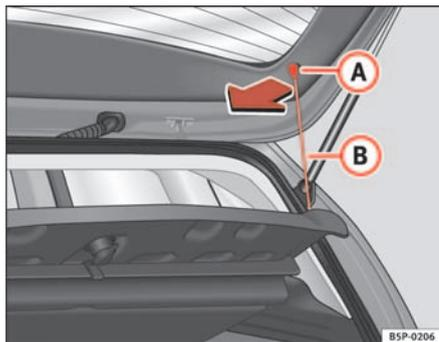

Fig. 120 Plage arrière
- Décrocher les tirants ⇒ fig. 120 **(B)** de leurs logements **(A)**